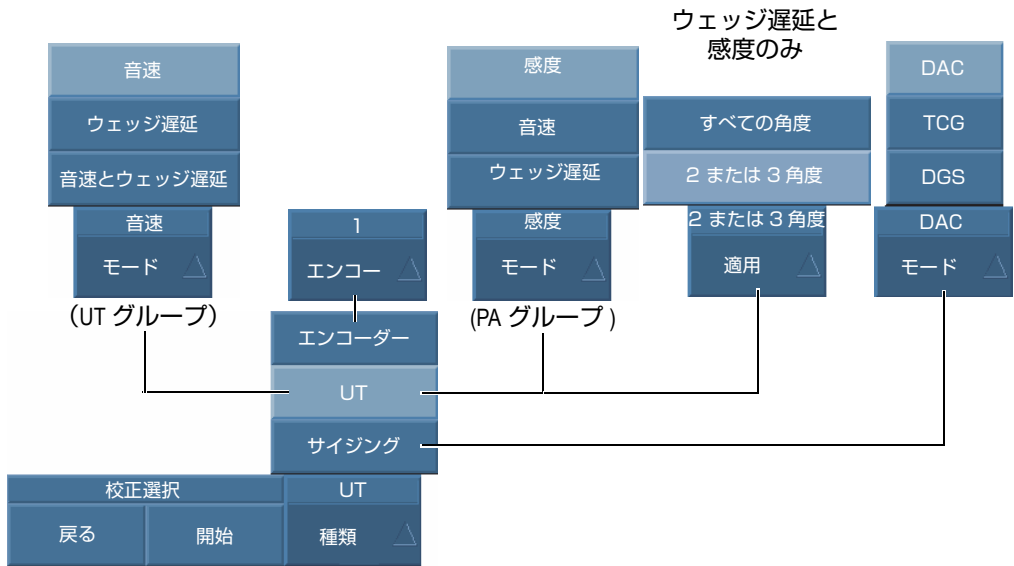
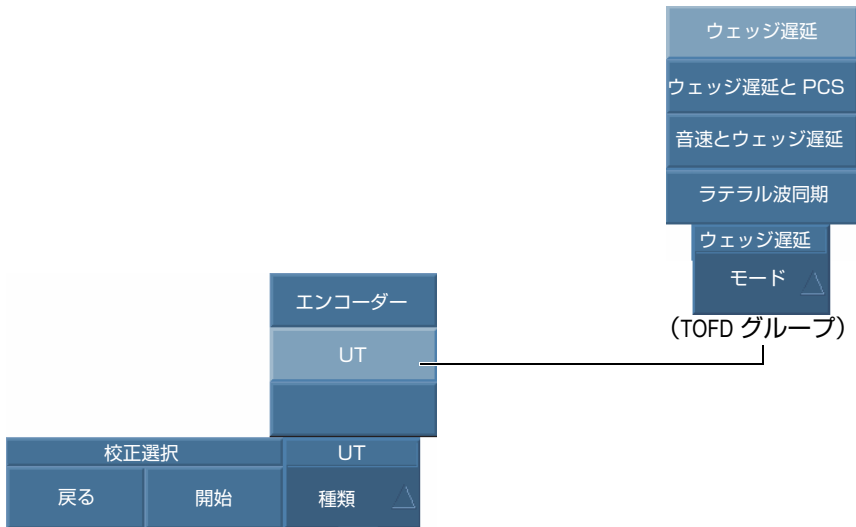

図 5-1 校正するパラメータの選択 – 校正選択グループ
図 5-2 校正するパラメータの選択 – TOFD グループ
2. **種類一覧**で、実行したい校正の種類を選択します（126 ページの図 5-1 および 126 ページの図 5-2 を参照）。
3. **エンコーダ**または**モード**一覧から校正する項目を選択します。項目内容は、先のステップで行った選択によって異なります（126 ページの図 5-1 を参照）。